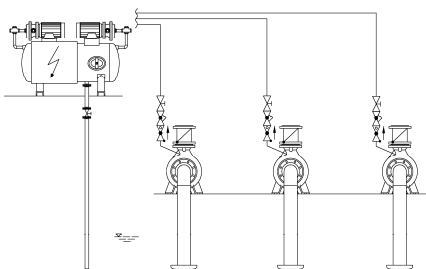
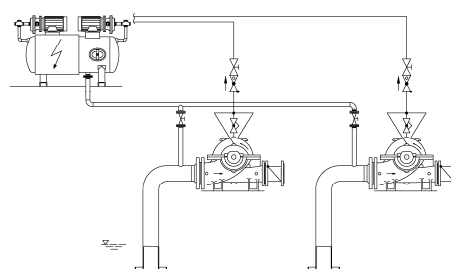
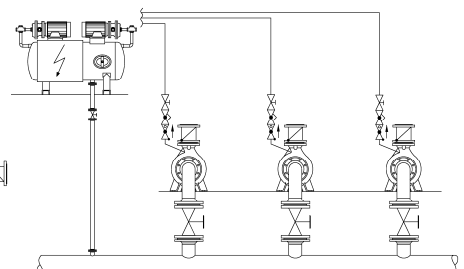

Fig. 2a
Fig. 2b
Fig. 2c
Bei Pumpenanlagen mit getrennten Saugleitungen ist die Ausgleichsleitung (K) entweder in das saugseitige Flüssigkeitsniveau (Fig.2a) oder auf die Saugleitung der Kreiselpumpen (Fig.2b) zu führen. Bei Anlagen mit einer Sammelsaugleitung erfolgt der Anschluß auf dem Hochpunkt dieser Leitung (Fig.2c). Die einzeln zu verlegenden Gehäuse-Entlüftungsleitungen (S), sowie die Ausgleichsleitung (K) sind zur Vakuumpumpe hin steigend zu verlegen. Die Anschlüsse sind so zu wählen, daß auch ein eventuell vorhandenes Rohrleitungsstück zwischen Druckstutzen der Kreiselpumpe und Rückschlagarmatur entlüftet wird.
Where pumping units have separate suction pipes, the balancing pipe (K) is to be carried either to the suction side liquid level (Fig.2a) or to the suction pipes of the centrifugal pumps (Fig.2b). Where pumping units have a common suction pipe, the connection is made at the highest point of this pipeline (Fig.2c). The casing air vent pipes (S) which are to be laid separately, as well as the balancing pipe (K) are to be installed, ascending to the central vacuum unit. The choice of connections must be made so that a possible existing piece of piping situated between the pressure connections of the centrifugal pumps and the non-return valve (fitting) is ventilated also.